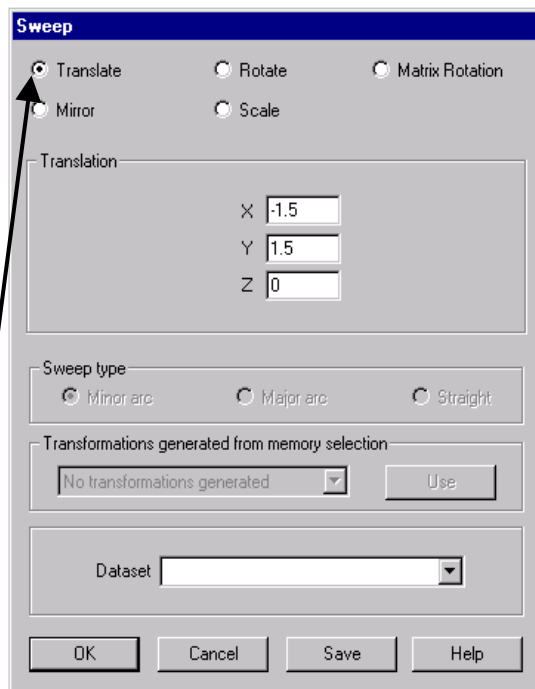

Fig. 5
- în caseta de dialog care apare pe ecran selectați opțiunea de generare prin translație (**Translate**) (fig. 5)